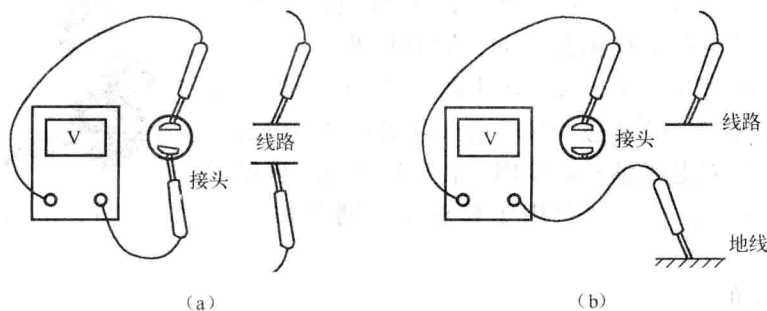

图1-15 用万用表测量端子或线路的电压
(3) 电压法检查。当不便脱开线束两端测量电阻时,可以采用电压法进行测量。测量两个端子间或两条线路间的电压时,应将万用表的两个表笔与被测的两个端子或两根导线接触[见图1-15(a)];测量某个端子或某条线路的电压时,应将万用表的正表笔与被测的端子或线路接触,而将万用表的负表笔与地线接触[见图1-15(b)]。